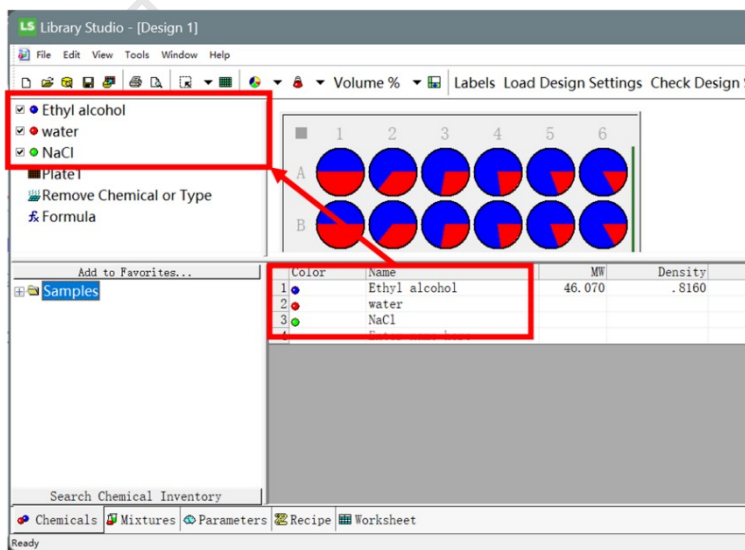

图 6-2-7
- 2) **编辑所需化学品信息:** 在多功能区中，选择“Chemicals”。可直接在右侧表格部分直接输入所需化学品，也可以从左侧“Favorites”中找到系统已有的化学品，选择并拖入到右侧区域。右侧表格中的化学品，会同时出现在“Sources”区域中（图 6-2-7）。